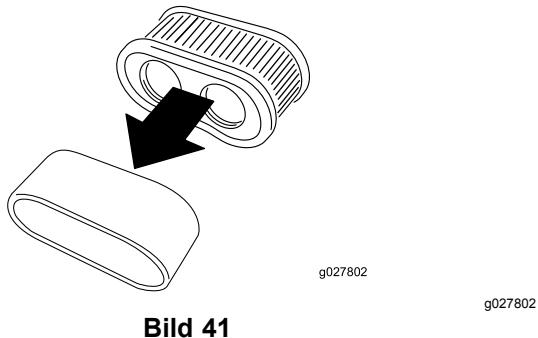

Bild 41
5. Trennen Sie den Schaumstoff- und Papiereinsatz (Bild 41).